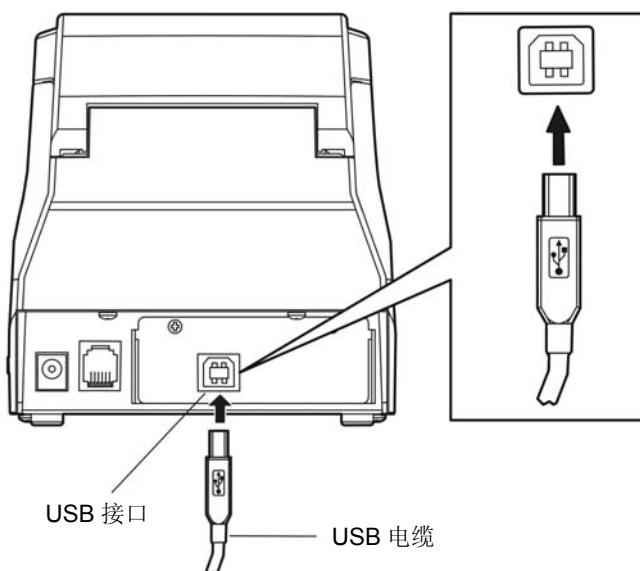

图 2-4 连接 USB 电缆
1. 将 USB 电缆的 A 端插头（扁型）插进计算机的 USB 接口插座中（如图 2-4 所示）。